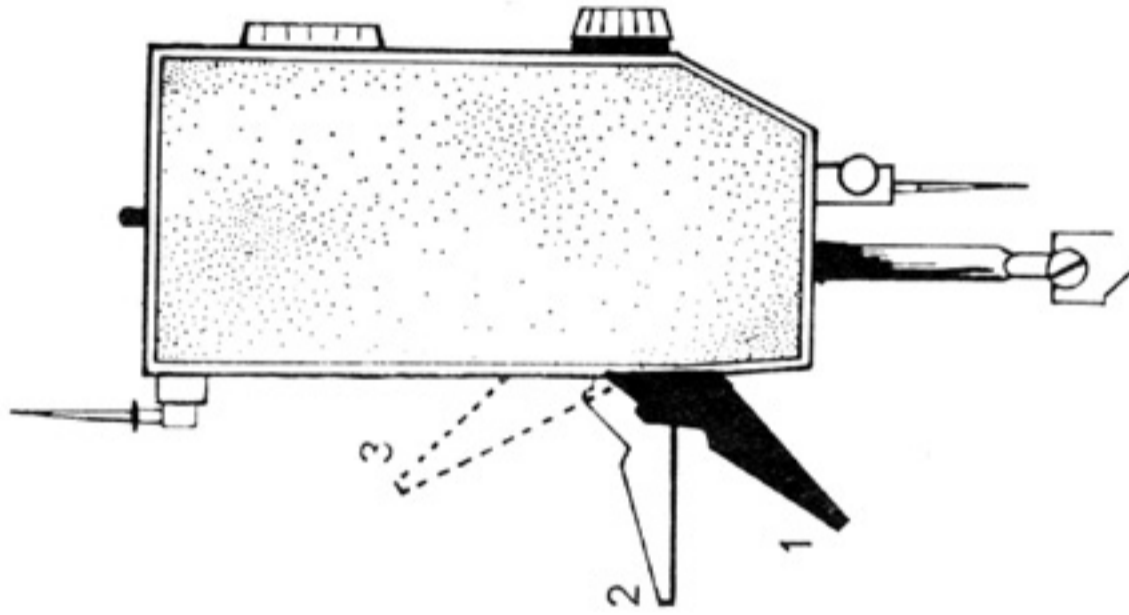

Рис. 16
15. Поднятие нижней нити (рис. 16, 17, 18 и 19)
При вышивании и штопки ручка регулятора длины стежка 27 установить на 0 и рычаг для подъема лапки 32 на 2 (рис. 16).